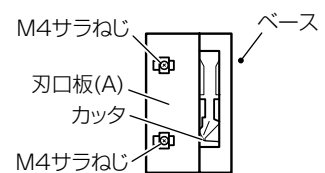

図 11
本体をうら返しし、標準付属品の刃口板 (A) を図 11 のようにベースに取付け、(1) 項と同じ要領で刃口板 (A) を調整して、M4 サラねじ (2 本) で締付け固定します。